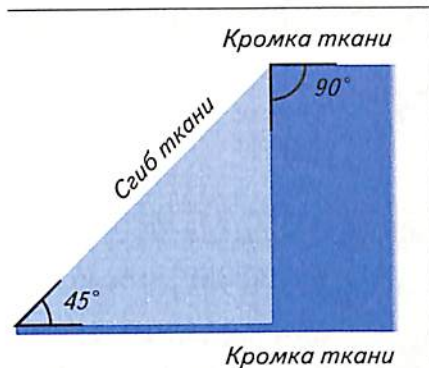

Рис. 46. Выкраивание косой бейки
- сложить лоскут так, чтобы кромка и срез образовали прямой угол, тогда сгиб ткани будет проходить под заданным углом раскроя  $45^\circ$  (рис. 46). Сгиб слегка приутюжить;